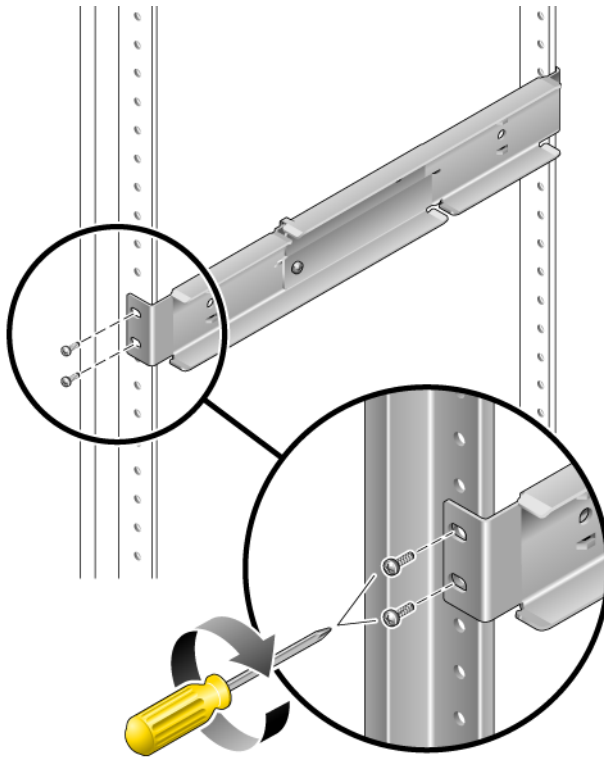

FIGURE 3-16 Fixation de la partie avant des rails réglables au rack
3. Soulevez l'un des rails réglables à l'emplacement désiré dans le rack. À l'aide des deux vis, fixez la partie avant du rail dans le rack (FIGURE 3-16).